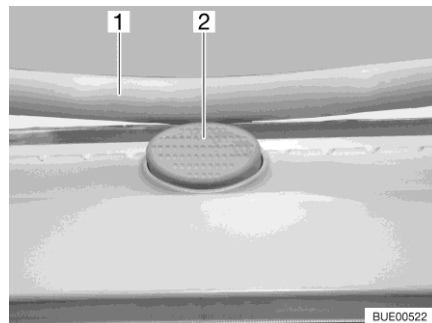

Bild 28 Låsknapp (Heki-taklucka)
- Tryck på låsknappen (Bild 28,2) och dra ner bygel (Bild 28,1) med båda händerna.
- Tryck bygel uppåt med båda händerna tills bygel ligger ovanför låsknappen (Bild 28,2).